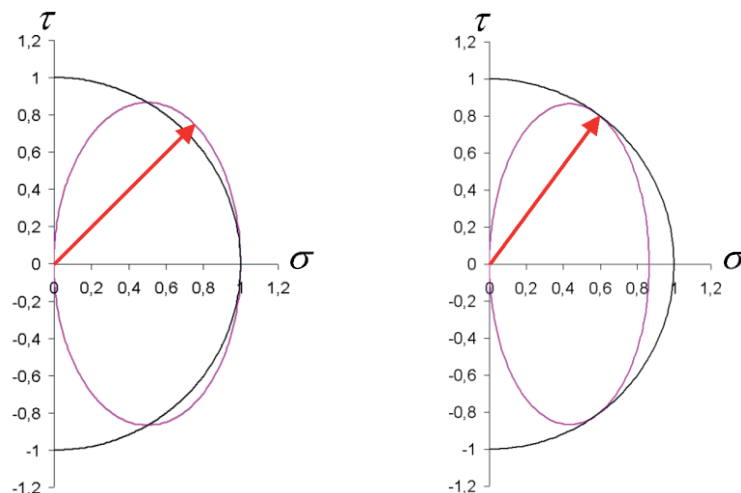

Abb. 1: Verzerrender Mohrscher Spannungskreis nach Gleichung 18 (links) und 19 (rechts).
- Allerdings liefert Gleichung 18 exakte Ergebnisse nur für $k \leq \sqrt{2}$. Ein im Allgemeinen kleiner Fehler ergibt sich für $k > \sqrt{2}$ bei einachsiger Zug-Druck-Beanspruchung. Zur Veranschaulichung des Sachverhalts ist in Abb. 1 links in normierter Darstellung der Mohrsche Spannungskreis für einachsige Zug-Beanspruchung dargestellt. Der Kreis ist zu einer Ellipse verzerrt aufgrund des Schubspannungs-Skalierungsfaktors k . Die kritische Schnittebene ergibt sich durch den Punkt auf der Ellipse, der am weitesten vom Koordinatenursprung entfernt ist. Für Zugspannungen sollte dieser Punkt korrekterweise auf der Normalspannungs-Achse liegen. Aufgrund der starken elliptischen Verzerrung wandert jedoch der Punkt nach oben (roter Pfeil). Dies führt in weiterer Folge zu einer zu großen Vergleichsspannung. Für ein Werkstoffverhältnis $k = \sqrt{3}$ beträgt der Fehler 6%. Der Fehler kann durch eine Modifikation der Vergleichsspannung für $k > \sqrt{2}$ kompensiert werden: